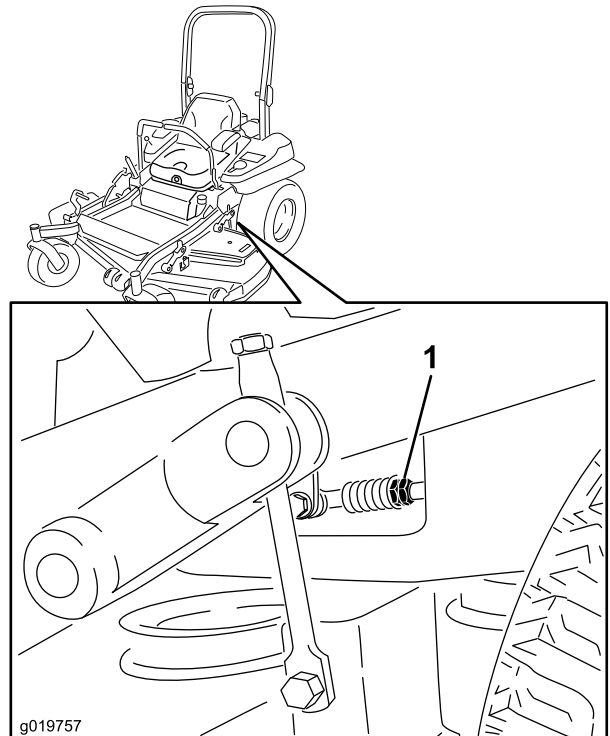

Figura 86
- Ponga las palancas de control de movimiento en la posición de punto muerto. Ajuste la longitud de las varillas de control de las bombas girando las tuercas dobles de la varilla en el sentido apropiado, hasta que las ruedas se muevan ligeramente en marcha atrás (Figura 86). Mueva las palancas de control de movimiento a la posición de marcha atrás y, aplicando una ligera presión a la palanca, deje que los muelles de marcha atrás devuelvan las palancas a punto muerto. Las ruedas deben dejar de girar o moverse muy lentamente en marcha atrás.